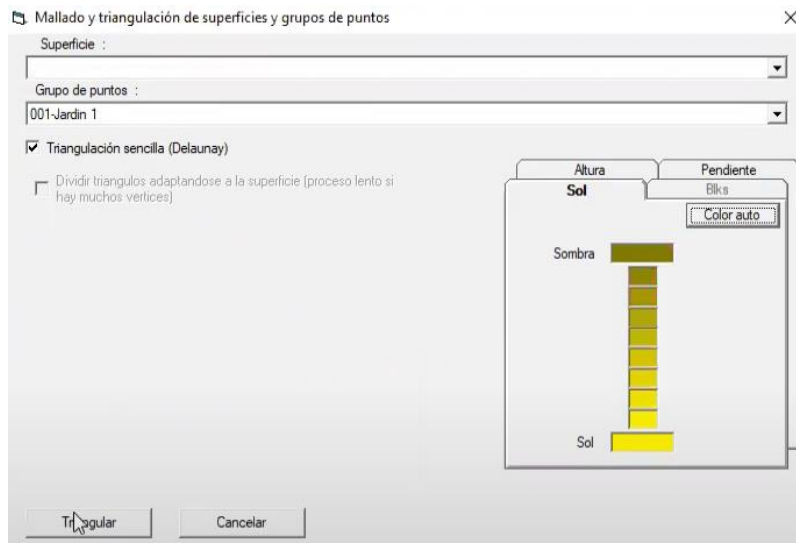

Figura 406. Triangulación sencilla.
38. En la ventana emergente, seleccionar el grupo de puntos correspondiente al jardín, seleccionar la opción “Triangulación sencilla” y presionar “Triangular”. Figura 406.